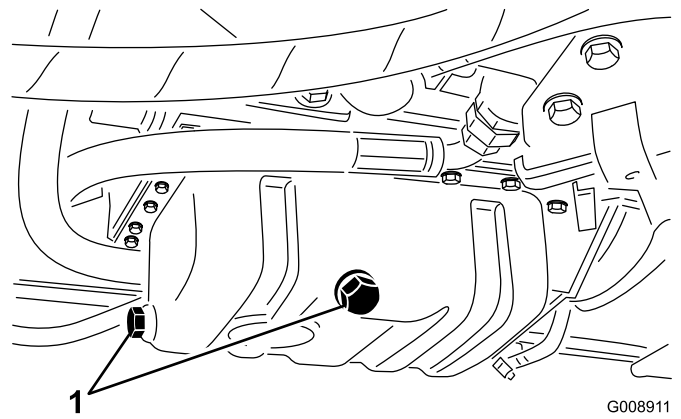

Bild 61
1. Entfernen Sie eine Ablassschraube (Bild 61) und lassen das Öl in eine Auffangwanne ablaufen; setzen Sie die Schraube ein, wenn kein Öl mehr ausläuft.